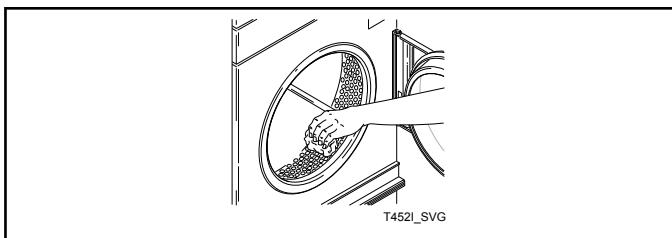

Abbildung 14
10. Die Trommel mit einem Allzweckreiniger oder einer Lösung aus Reinigungsmittel und Wasser auswischen. Siehe Abbildung 14.